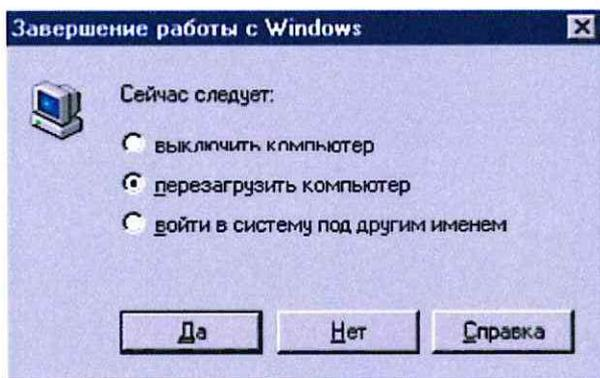

Рисунок 3. Перезагрузка компьютера.
7.2.3 Перезагрузить компьютер (Рисунок 3).